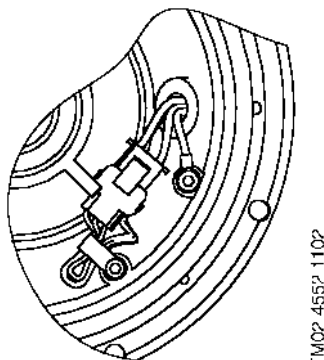

Рис. 1
5. Соединить части многовыводного электроразъема и подключить жилу заземления. *При подключении жил кабеля необходимо использовать приспособление для снятия механических напряжений в кабеле (рис. 1).*